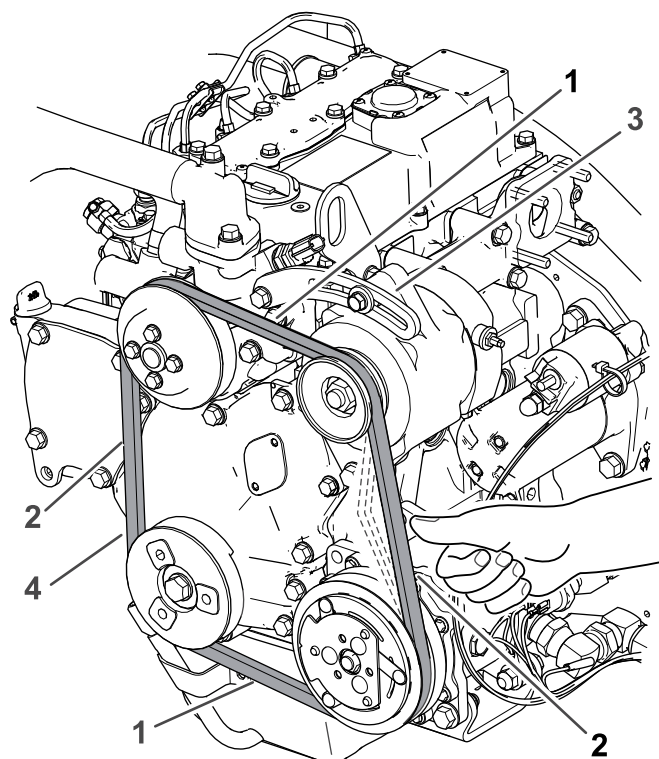

Figura 41
8. Use o seu dedo ou uma régua para medir a deflexão da correia aplicando 98 N de força à correia entre as polias, como se mostra na Figura 41.